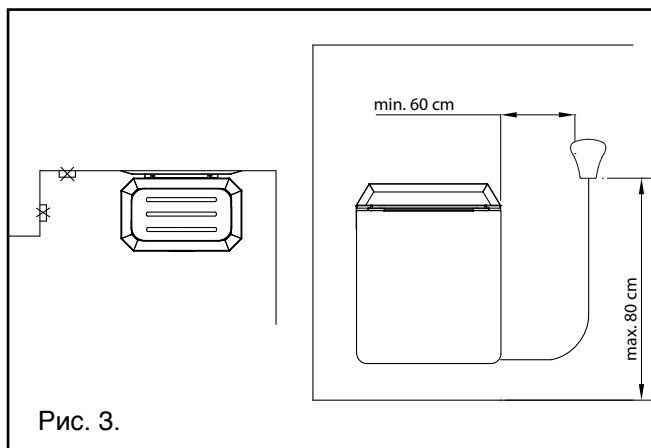

Рис. 3.
- В сауне максимальная высота установки пульта управления – 80 см, а минимальная – 60 см на боку каменки (см. рисунок 3).